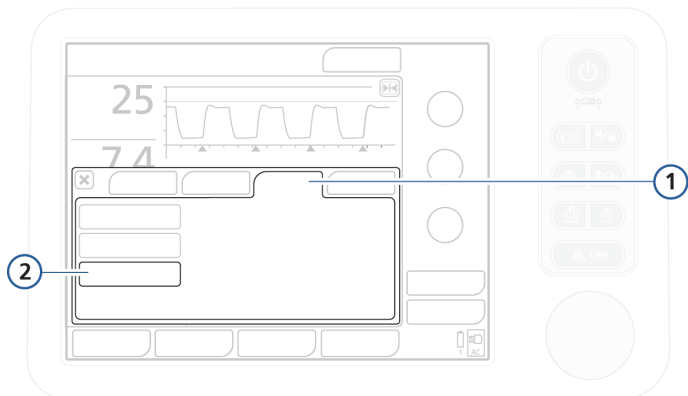

Рисунок 7-9. Вкладка «Графики»
2. Коснитесь вкладки «Графики». См. рис. 7-9.